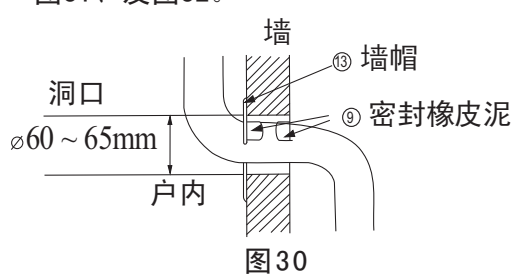
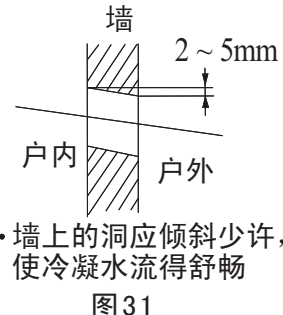
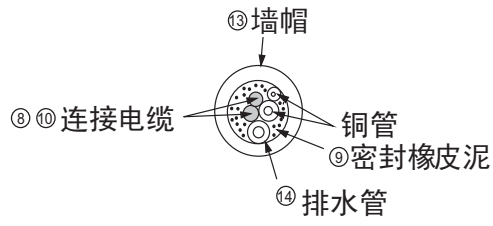

图 30
图 31
图 32
- 2 用附件 ⑬ 墙帽及附件 ⑨ 密封橡皮泥来整理墙上的洞，如图30、图31、及图32。